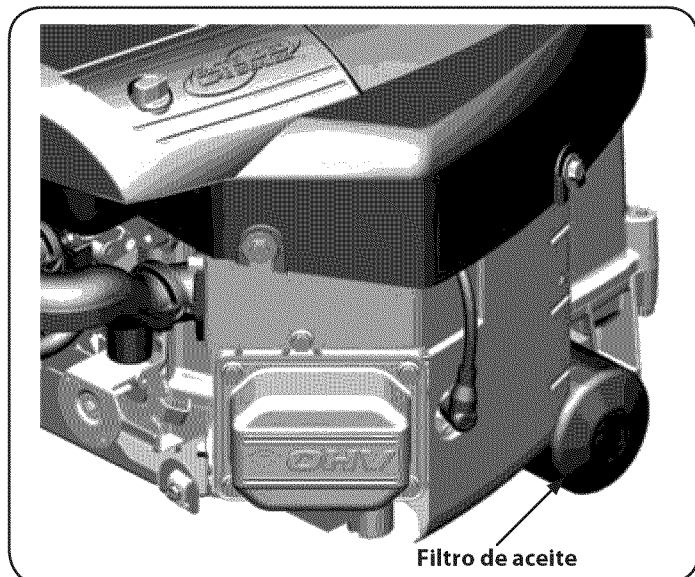

Figura 23
6. Limpie el área alrededor del filtro de aceite. Colocar un recipiente debajo del filtro para recoger el aceite y quitar el filtro. Ver la Figura 23.